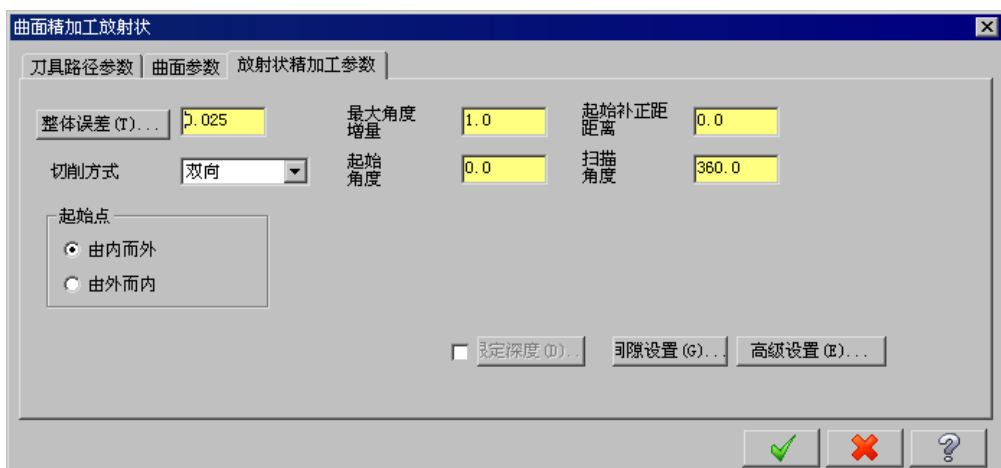

图 17.26 “放射状精加工参数”选项卡
Step5. 设置精加工放射状参数。在“曲面精加工放射状”对话框中单击  选项卡，设置图 17.26 所示的参数。